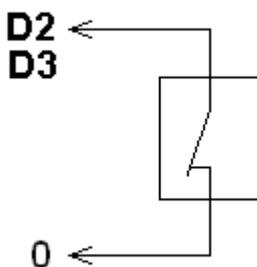

Рис.3.2.
3.4. Схема подключения датчиков источника питания приведена на рис. 3.2